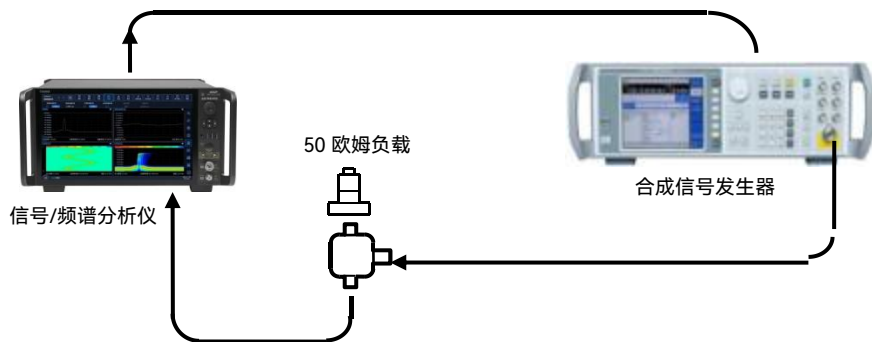

图 7.16 射频输入 1 频率响应测试示意图 (2Hz ~ 50MHz)
39) 如图 7.16 连接测试仪器和设备, 功分器的两个输出端分别接 50 欧姆负载和 4082 信号/频谱分析仪: